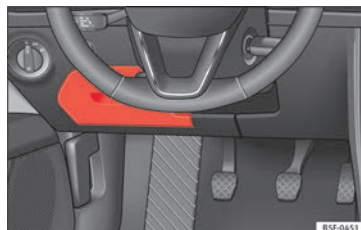

Abb. 100 Auf der Fahrerseite in der Instrumententafel: Abdeckung des Sicherungskastens.
- **Öffnen:** Abdeckung nach unten aufklappen » **Abb. 100.**